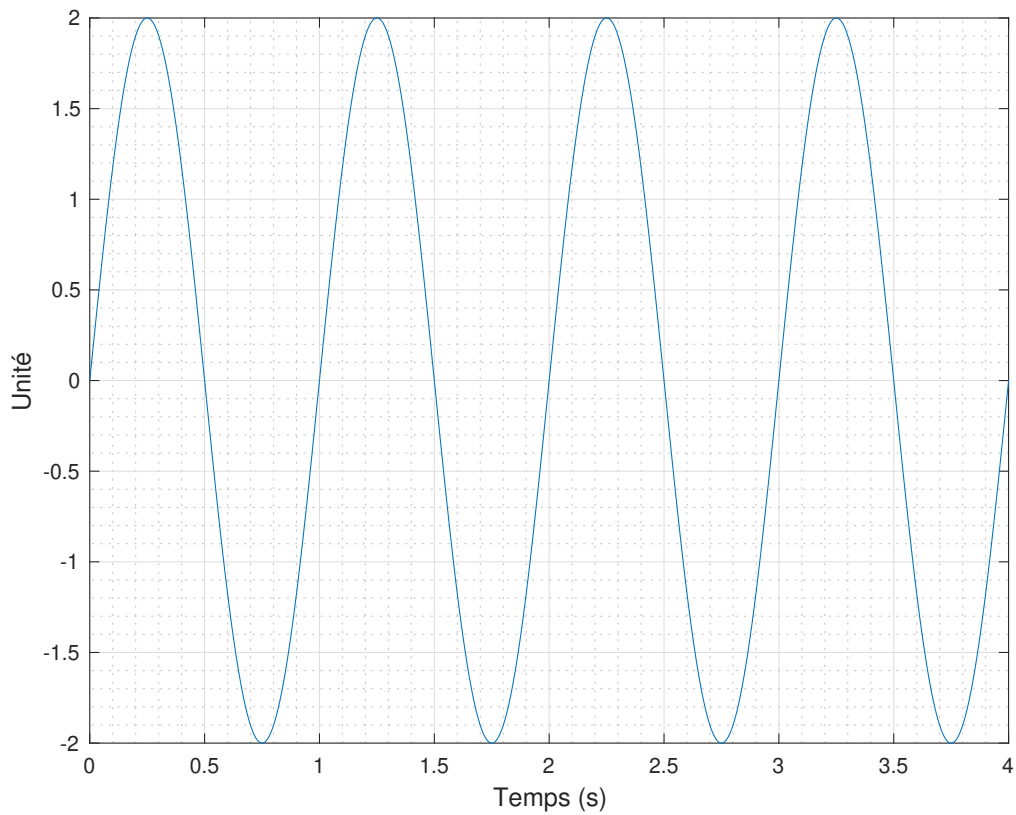

FIGURE 14.2 Onde sinusoïdale,  $y_2(t) = 2 \sin(2\pi t)$
- (b) La Figure 14.2 présente une onde sinusoïdale d'amplitude de 2 unités avec une fréquence angulaire de  $\omega_0 = 2\pi$ , soit  $y_2(t) = 2 \sin(2\pi t)$ . Ce signal est échantillonné avec une fréquence  $f_e = 1$  Hz. Inscrivez les points représentant les échantillons obtenus directement sur la Figure 14.2, si le premier échantillon est pris au temps  $t = 0$ .
- (b) Avec différentes couleurs ou points, inscrivez sur la Figure 14.2 les points représentant les échantillons obtenus avec les fréquences d'échantillonnage suivantes,  $f_e = 2$  Hz,  $f_e = 5$  Hz, et  $f_e = 10$  Hz, pour la fonction  $y_2(t)$ .